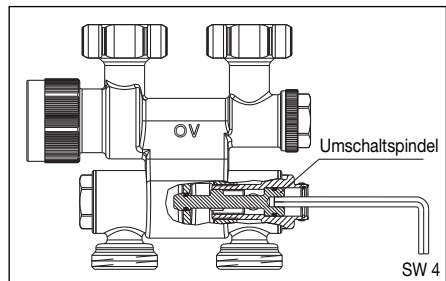

Abb. 5 Umschalten auf Einrohrbetrieb
3. Umschaltspindel (SW 4) aus der geschlossenen Stellung durch Linksdrehen (s. Abb. 5) auf den erforderlichen Heizkörperanteil gemäß Diagramm für Einrohrbetrieb einstellen (Absperrspindel in Offeneinstellung).